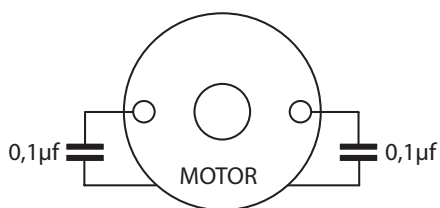

Fig.1
1. Soldeer de bijgeleverde 0,1µf condensators zoals afgebeeld in Fig. 1.
1. Soudez les condensateurs 0,1µf sur le moteur. Fig. 1.
1. Solder the enclosed 0,1µf capacitors onto the motor as shown in Fig. 1.